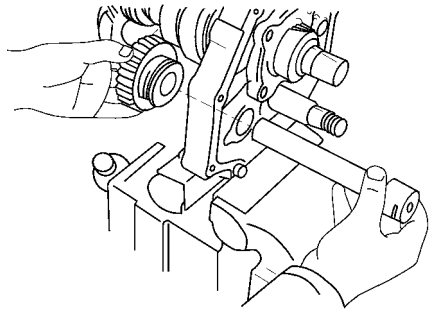

图 10-30 装上轴的限位螺栓并旋紧
(5) 安装倒挡惰齿轮和轴。齿轮和轴安装后，装上轴的限位螺栓并旋紧，如图 10-30 所示。